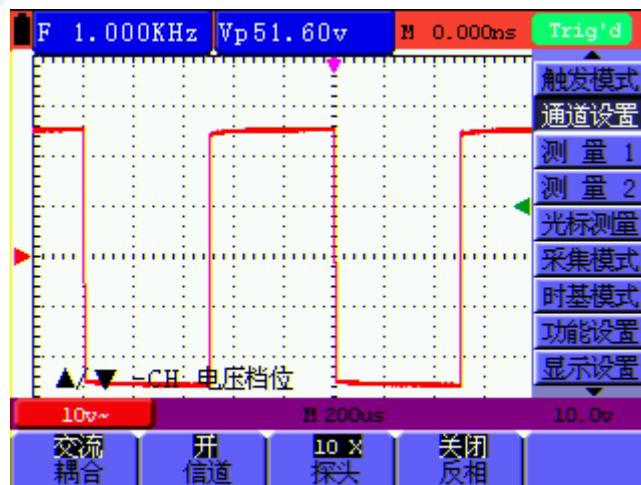

图 15: 交流耦合
3. 按 **F1** 键, 选择 **交流**, 屏幕左下方显示交流图标。见图 15: